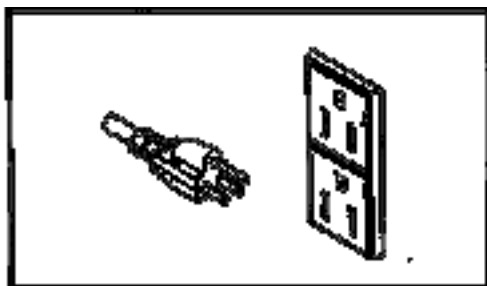

Fig. 5
- ☐ Toujours utiliser des câbles munis d'un conducteur de protection ou d'un raccord de sécurité à la terre. Utiliser des fiches de type « Schuko » ou, à défaut, toujours utiliser des fiches munies d'une liaison pour la terre pour le câble (fig. 5 et 6).
Brancher le câble d'alimentation principal dans la prise d'alimentation correspondante (fig. 5, 6).